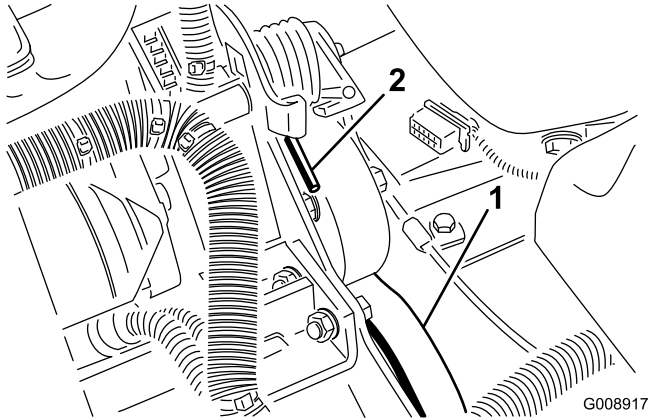

Figura 57
- Empuje hacia adelante y hacia abajo sobre el extremo del muelle (Figura 57) para desengancharlo del soporte y liberar la tensión.